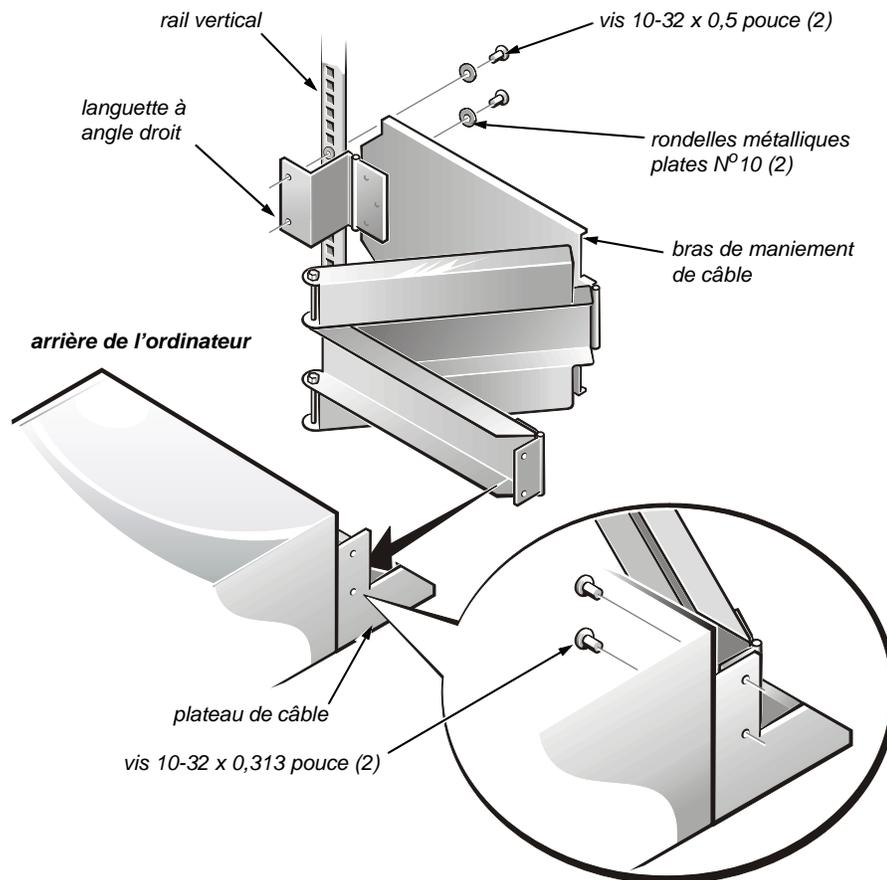

Figure 10. Installation du bras de manquement de câble
2. Hissez l'ordinateur en place et insérez les rails de l'ordinateur dans les voies des glissières internes (voir la figure 10).